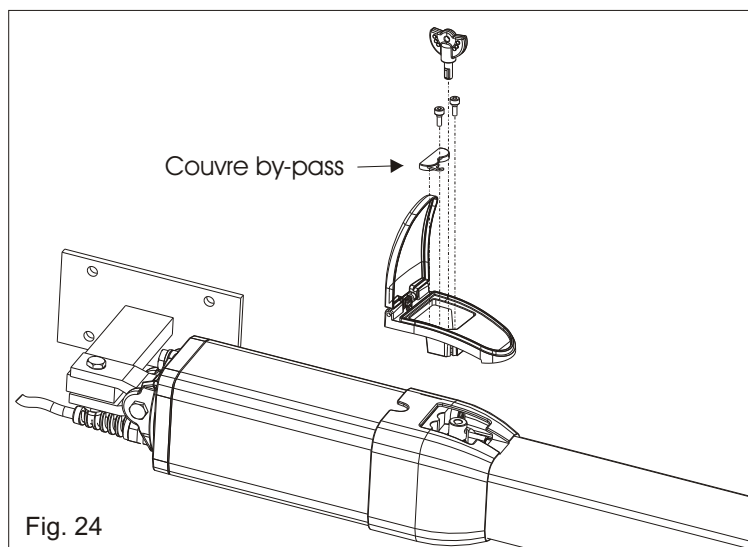

Fig. 24
**ATTENTION:** Le montage du déverrouillage en plastique doit être effectué comme indiqué dans fig. 24 **seul et uniquement après avoir terminés toutes les opérations d'installation, le montage du couvre tige et le tarage des valves by-pass.**